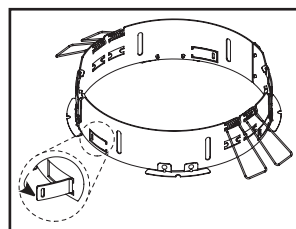

Figure 30.
- Pour éviter un déplacement dans l'ouverture du boîtier/plafond, utilisez un tournevis à tête plate pour dégager les 4 languettes de centrage sur l'assemblage d'anneaux Retrofit (Figure 30.).